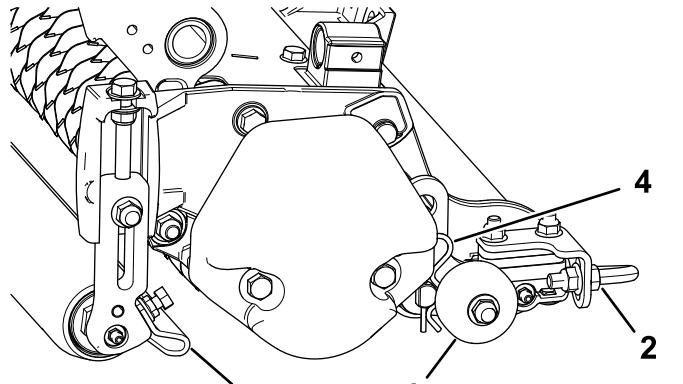

Рисунок 11
1. Ослабьте гайки с буртиками, которые крепят скребки роликов (Рисунок 11).
Внимание: Перед тем, как опустить вертикуттер на пол в мастерской или извлечь его из тягового блока, опустите ведущие ролики (Рисунок 11), чтобы обеспечить отсутствие контакта ножей с твердой поверхностью.